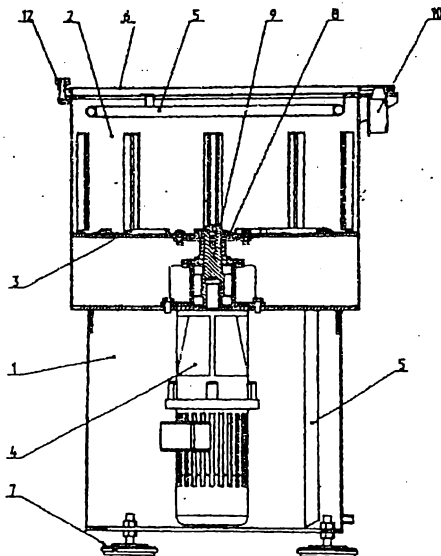

Рисунок 1.1 – Центрифуга
Центрифуга очистителя (рисунок 1.1) состоит из станины 1, корпуса 2, ротора 3, планетарного мотор-редуктора 4, трубопровода 5, крышки 6.
– вручную открывают крышку центрифуги и загружают субпродукты, после чего крышку закрывают и фиксируют откидным болтом 12 (рисунок 1.1). При закрытии крышки срабатывает концевой выключатель SQ и происходит запуск очистителя. С помощью дифференциального выключателя SA подается напряжение на частотный преобразователь (рисунок 1.3);